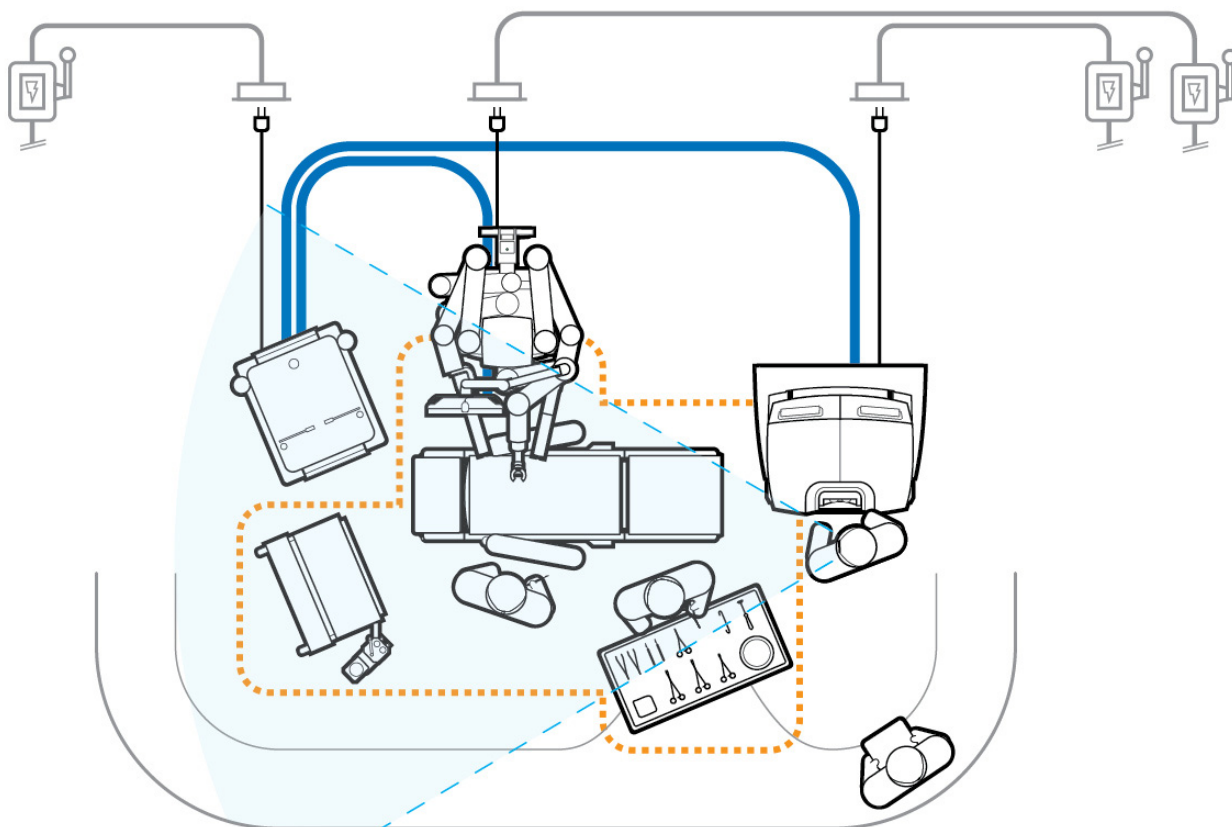

Figura 4.3 Disposição dos cabos do Sistema
2. Ligue os cabos do Sistema entre os componentes, conforme ilustrado na Figura 4.3. Para ligar os cabos, alinhe o ponto vermelho do conector do cabo com o ponto vermelho do receptáculo correspondente, levante a tampa do receptáculo e introduza o conector. Ouvirá um sinal sonoro (clique) audível quando o cabo encaixar devidamente. Puxe suavemente o conector para assegurar que o cabo está completamente alojado.